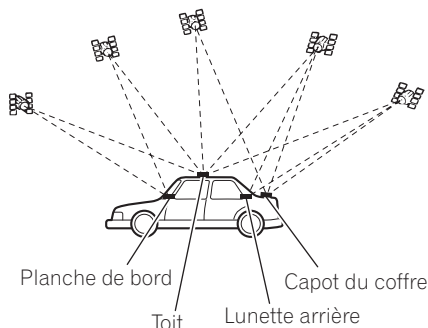

Fig. 10
- L'antenne doit être installée sur une surface à niveau où les ondes radio sont bloquées le moins possible. Les ondes radio ne peuvent pas être captées correctement par l'antenne si la réception des satellites est gênée. Une installation sur le toit ou sur le capot du coffre est conseillée pour assurer une bonne réception. (Fig. 10)